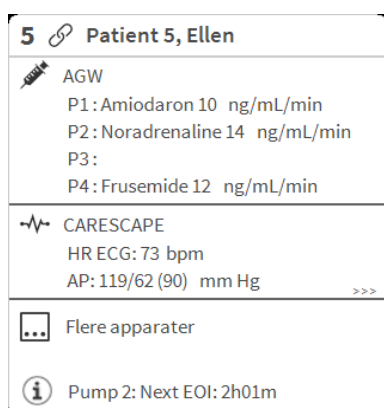

Fig. 64
- Klikk på “Sengeområde” for sengen som skal vises (Fig. 64).